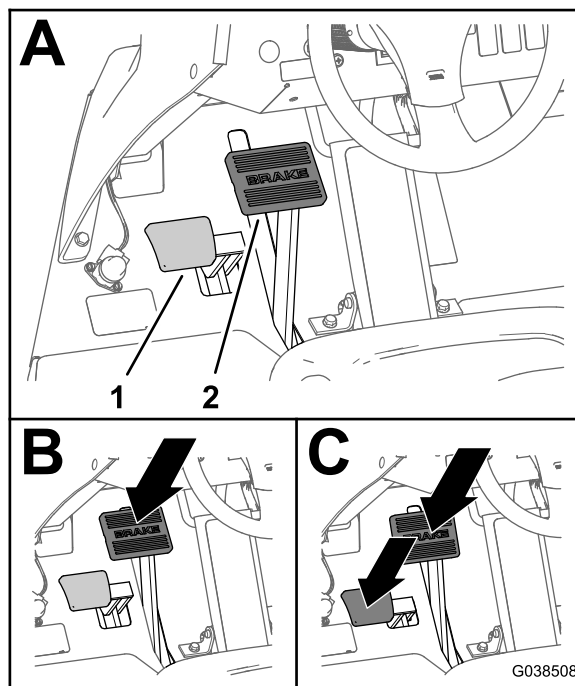

Рисунок 19
2. Удерживая нажатой педаль рабочего тормоза, нажмите педаль стояночного тормоза (Рисунок 19).
1. Нажмите педаль рабочего тормоза (Рисунок 19).